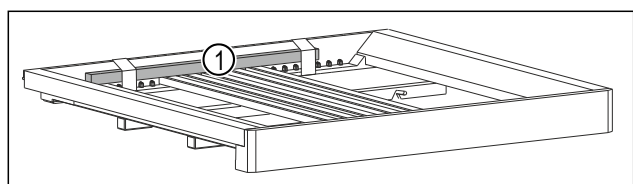

Fig. 37 *
- Retirer la tige en bois Fig. 37 (1)*.